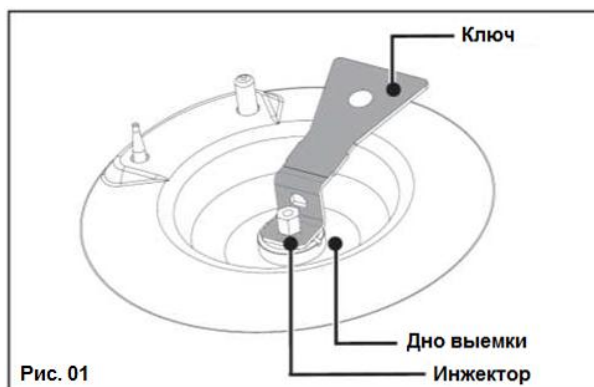

Рис. 01
- При помощи прилагающегося ключа выкрутите инжекторы на дне каждой выемки и убедите их (Рис. 01).